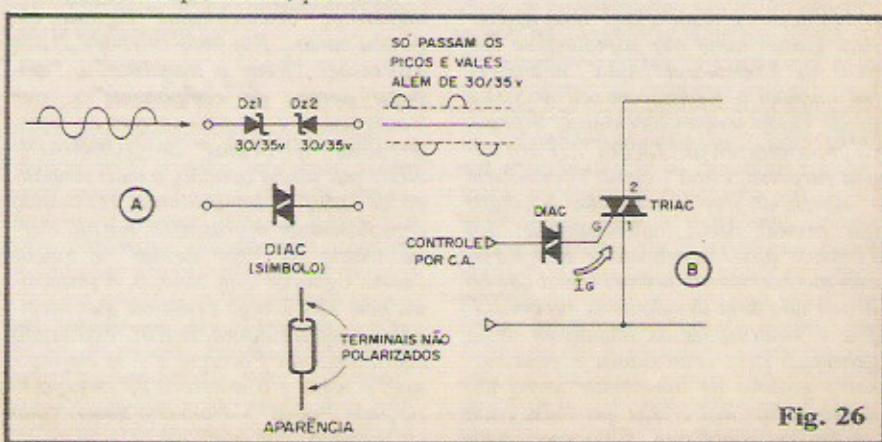

Fig. 26
- FIG. 26-A - Quando estudamos os
- FIG. 26-B - Num arranjo circuitual típico com TRIAC, o DIAC normalmente fica no "caminho" do pulso de disparo enviado ao **gate**, conforme ilustra a figura. No caso, a corrente de **gate** (IG) apenas poderá se manifestar quando a Tensão de Controle tiver um valor igual ou superior ao referencial do DIAC. Costumeciramente os DIACs são produzidos para Tensões entre 30 e 35V, por motivos práticos circuitais... Entretanto, veremos em futuras "Aulas", que o conveniente e inteligente uso de redes "atrasadoras" (formadas por simples Resistores e Capacitores, nas suas funções "temporizadoras" vistas na 2ª "Aula" do ABC) podem, com grande facilidade, auxiliar o DIAC no preciso comando de um TRIAC (fazendo com que o diodo cujo dispare no "exato e maldito milisegundo" que desejemos...).